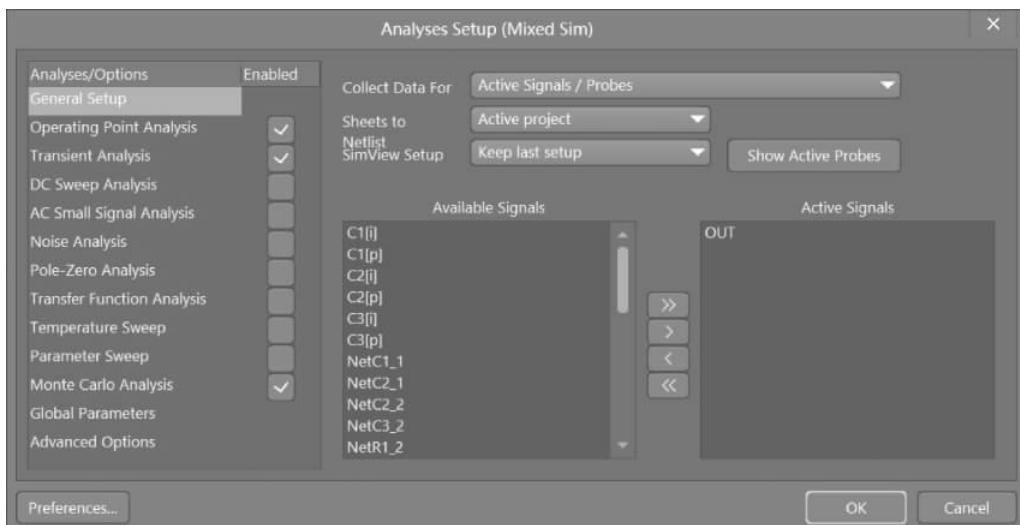

图 3-83 设置仿真参数界面 1
- (1) 在 AD 主界面主菜单下选择 Simulate→Edit 'Mixed Sim' Setup。
- (2) 打开如图 3-83 所示的 Analyses Setup(分析设置)界面。按下面参数设置。
- ① 选中 Operating Point Analysis、Transient Analysis 和 Monte Carlo Analysis 选项，分别执行直流工作点、瞬态分析和蒙特卡罗功能。
- ② 将 Collect Data For 设置为 Active Signals/Probes。